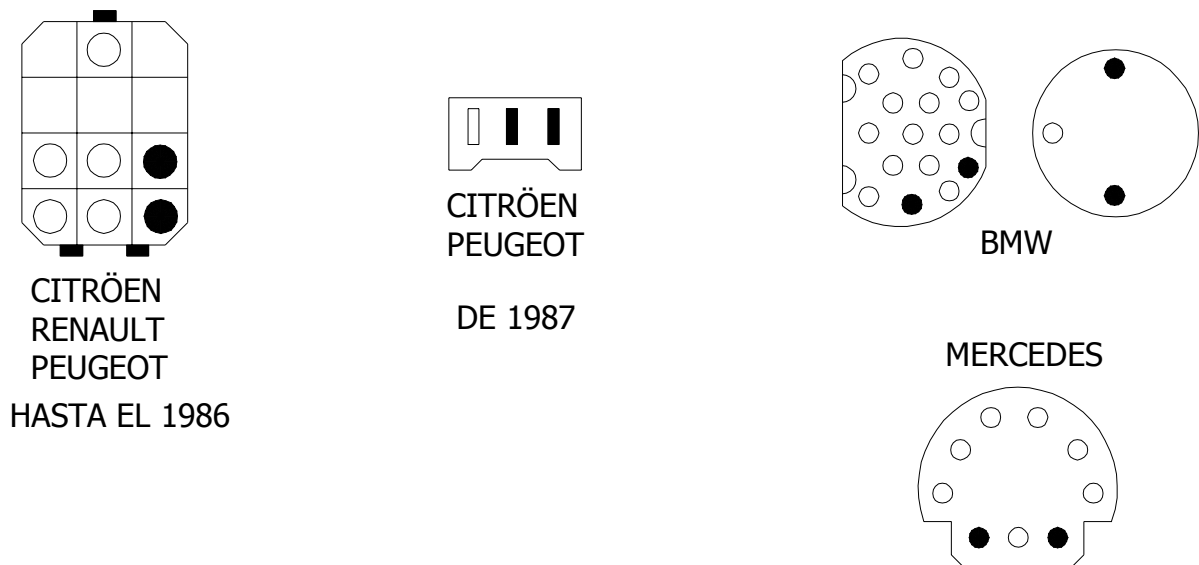

Fig. 1
- Efectuar las conexiones e introducir el cable captador en el enchufe que se encuentra en el espacio motor (véase Fig. 1).
- Pulsar la tecla **pistola/captador (8)** y comprobar que el **led de grados de avance captador (4)** se encienda.
- Pulsar la tecla de **selección captador (6)** y comprobar que se encienda uno de los dos **led (5)** o **(7)** que corresponden al tipo de captador seleccionado (positivo o negativo).
- Comprobar que la pantalla de los grados indique el correcto desfasamiento del captador con respecto al PMS (véase Tab. 1). En el caso contrario ajustar el valor girando el **Conmutador (10)**.